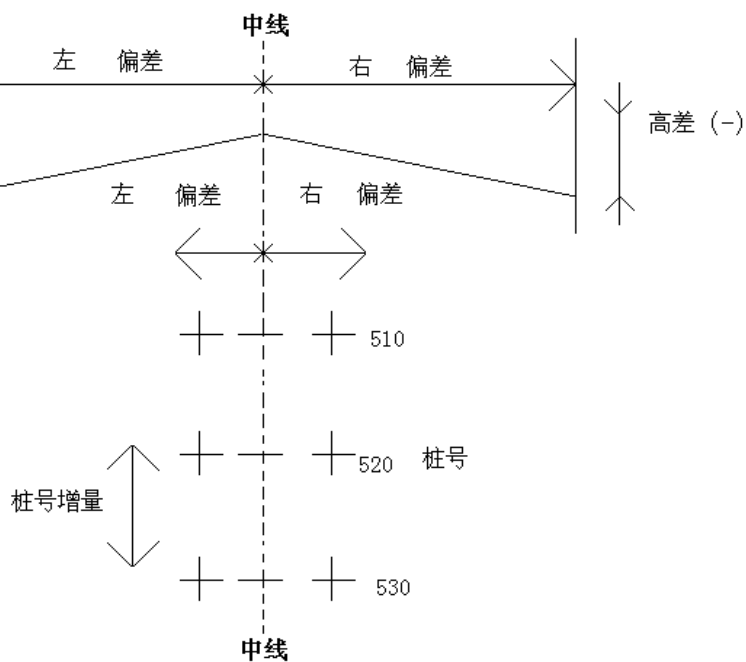

图 9-1
①在“道路放样”菜单中选择“[4]:设置放样点”。	[4]
②进入定线放样数据屏幕，输入起始桩号、桩号增量，边桩点与中线的平距，并按[F4] (确认) 键，进入下一输入屏。 左偏差：表示左边桩点与中线的平距 (请参照图 9-1 放样数据的规定) ※1), ※2)	输入起始桩、桩 间距、左偏差 [F4]
③输入边桩与中线点的高程差，并按[F4] (确认) 键。 右偏差：为右边桩与中线的平距 左高差：表示左边桩点与中线的高程差 右高差：表示右边桩点与中线的高程差	输入右偏差、 左、右高差 [F4]
④屏幕显示中线的桩号和偏差屏幕。(对主放样屏幕的说明见后)
⑤按▶(左偏)或◀(右偏)放样左(或右)边桩，相应的桩号、偏差、高程差将显示在屏幕上。 按[编辑]，可手工编辑桩号、偏差、高差和目标高 偏差为负数：表示偏差点在中线左侧 偏差为正数：表示偏差点在中线右侧 按▲或▼减/增桩号
⑥当所要放样的桩号和偏差出现时，按[F3] (放样) 确认，屏幕将显示计算出是待放样点的坐标。 在该屏幕中， 按[F2] (记录) 可将数据保存在选定的文件中 按[F1] (编辑) 可手工编辑数据内容。 按[F4] (确认) 开始放样。	[F3]